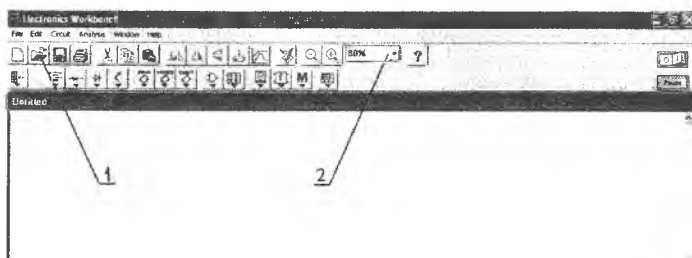

Рис. 5. Экран после запуска программы
2. В появившемся окне нажать (рис. 5) для открытия файлов.
4. Выбрать удобный масштаб отображения схемы (рис. 5). Для разрешения 1024\*768 наиболее удобным является масштаб 80%.